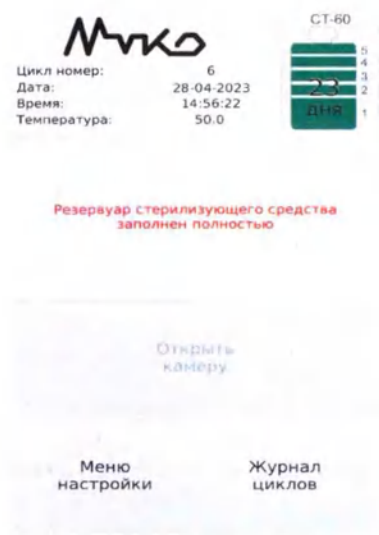

Рисунок 35
15.3.12 В случае заливки 5-ти флаконов, дальнейшая заливка будет не возможна, на экране появится сообщение: **«Резервуар стерилизующего средства заполнен полностью»** (Рисунок 35). Это сообщение будет отображаться на экране в течении 15 секунд, затем произойдет автоматический переход в главное меню.